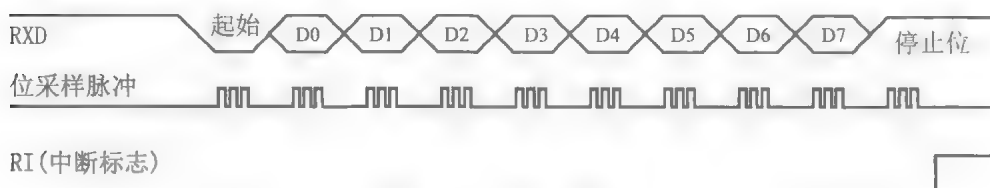

图 11.18 方式 1 接收
- 以方式 1 接收时, 如图 11.18 所示。当用软件置 $REN=1$ 时, 接收器以所选择波特率的 16 倍速率采样 RXD 引脚电平, 当采样到 RXD 引脚电平由 1 到 0 的负跳变时, 确认是起始位 (“0”), 就开始接收这一帧信息。当 $RI=0$ 且停止位为 1 (或者 $SM2=0$) 时, 将接收到的 8 位数据装入接收缓冲器 SBUF, 停止位进入 RB8, 并由硬件置中断标志位 RI 等于 1, 向 CPU 发中断申请, 表示这一帧信息接收结束。RI 位必须由软件清 0, 取消此中断申请后, 才能继续接收下一帧数据。